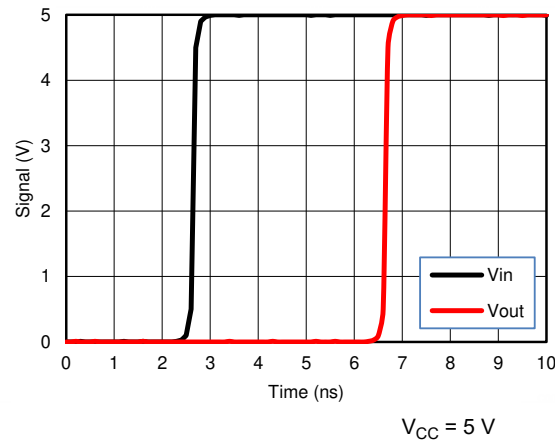

図 8-2. 伝搬遅延を示す入力から出力への電圧応答のシミュレーション
- 周波数が出力電流に及ぼす影響を、図 8-2 に示します。